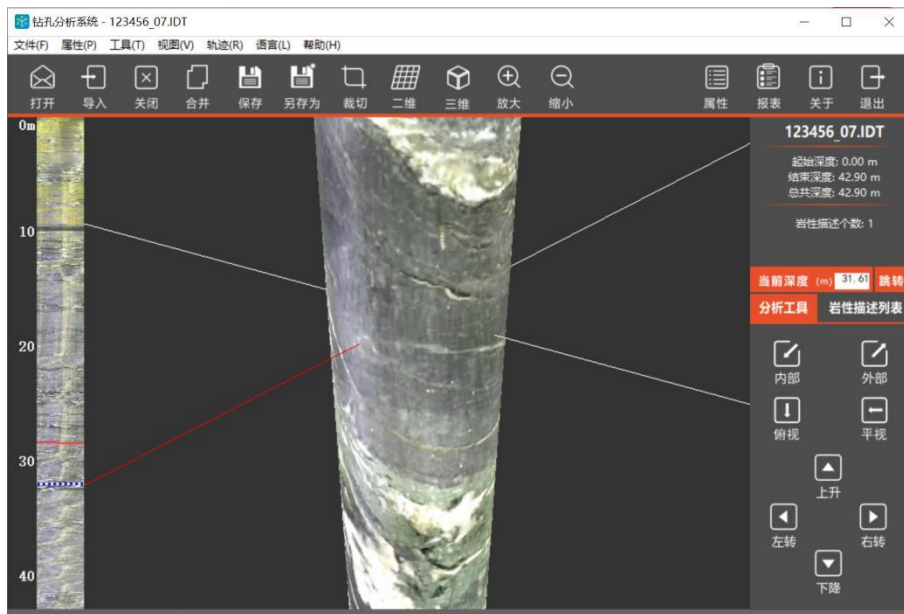

图 3-6 三维展示图（外部）
- 9) 三维：还原钻孔形式，立体呈现，如图 3-6 所示，可对钻孔内部和外部进行切换分析。